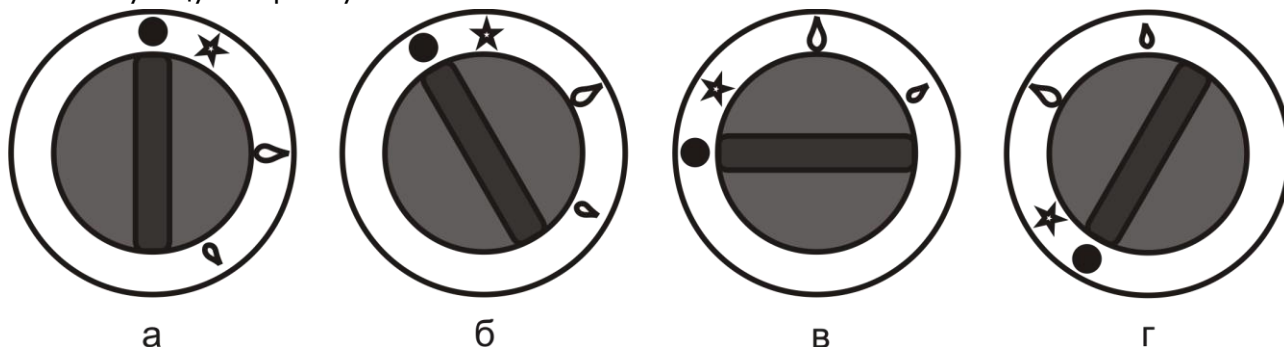

Рис. 2. Соответствие положения ручки крана режиму работы горелок
- Убедитесь в том, что ручки кранов находятся в положении, соответствующем закрытому состоянию (рис.2а). Если кран находится в открытом состоянии, переведите его в закрытое состояние, слегка нажав на ручку крана и повернув ее по часовой стрелке до упора.
После окончания работы с устройством необходимо перевести ручки кранов в закрытое состояние (рис.2а) и закрыть кран газопровода.
- В исходном состоянии ручка крана находится в положении, соответствующем закрытому состоянию крана (рис.2а).
«максимальное пламя» и «малое пламя» представлено на рис. 2в и рис. 2г, соответственно.
- При повороте ручки по ходу часовой стрелки в положение «розжиг запальной горелки» (рис. 2б) – главная горелка гаснет, а запальная горелка остается зажженной (дежурный режим).
- Для выключения запальной горелки необходимо слегка нажать на ручку крана и повернуть ее по ходу часовой стрелки до упора в положение «кран закрыт» (рис.2а).
- Включите горелку и переведите ручку крана в режим «малое пламя» (рис.2в).